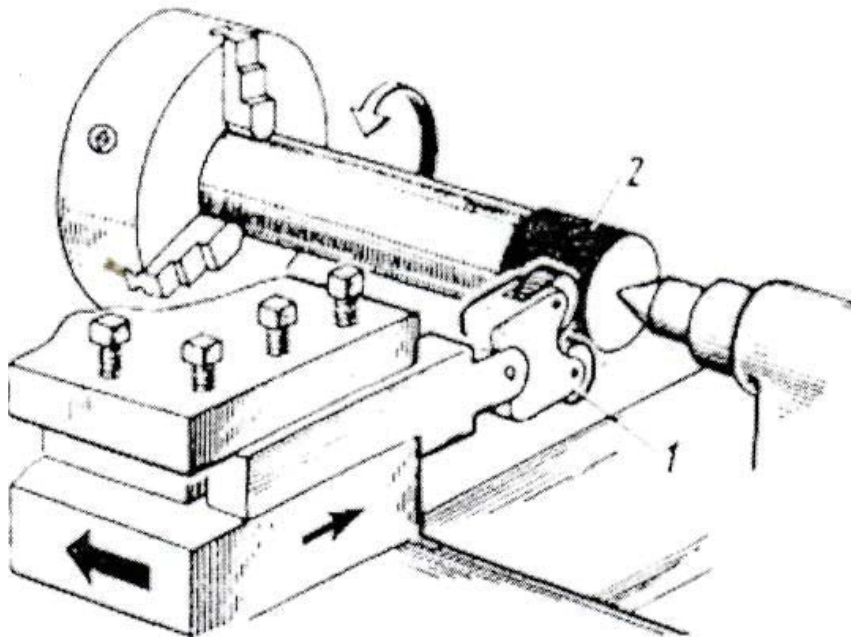

Рис. 2
2) встановити державку в різцетримачі (рис. 2). Державку 1 встановити перпендикулярно до осі заготовки. Обидва ролики мають бути строго паралельні поверхні 2, що накатується (рис. 2).